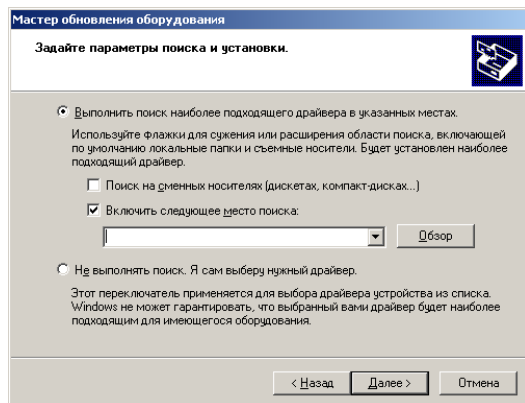

Рисунок 2.3 – Окно выбора параметров поиска и установки драйвера
2.2.5.3 В следующем окне (рисунок 2.3) необходимо: